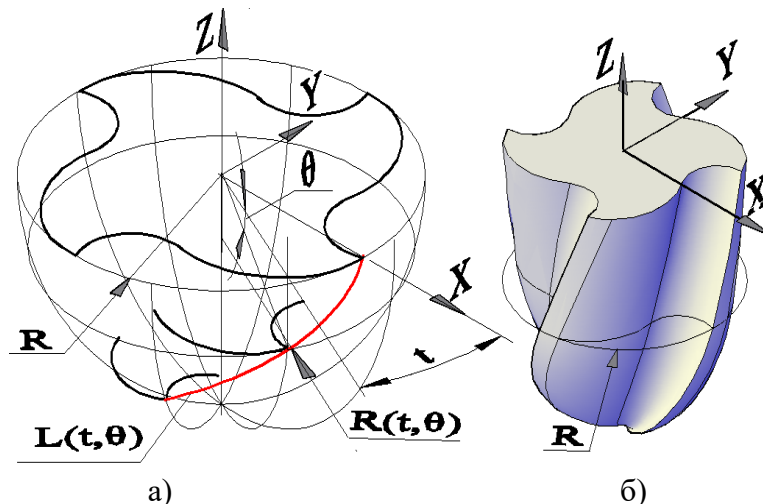

Рис. 1 – Метод перерізів а) побудови сферичної фрези радіусу R та її 3D модель б)
Основою моделі є напівсфера (рис. 1, а) радіуса R у діаметральному перерізі якої  $\varnothing 2 \cdot R$  побудований контур периметра фрези з гвинтовими зубами. Точки гвинтової лінії  $L(t, \theta)$  визначає рівняння (1) з кутними змінними  $t, q$  в системі координат XYZ .